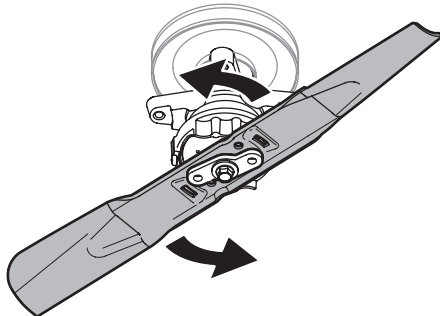

Fig. 48
- Placez la bague de verrouillage vers le haut et tournez la lame vers la gauche pour la dégager de la bague (Fig. 48).